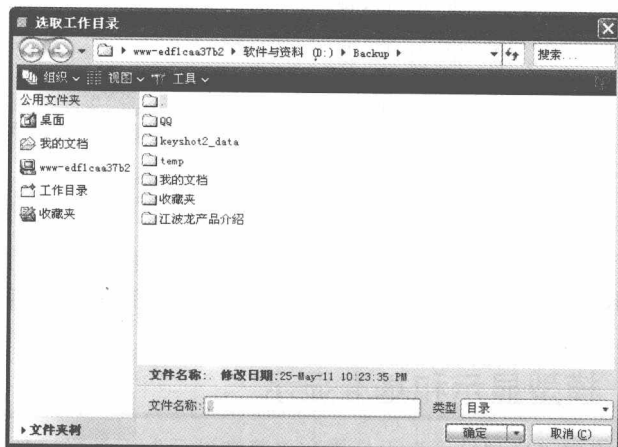

图1-15 “选取工作目录”对话框
(1) 从菜单栏的“文件”菜单中选择“设置工作目录”命令,弹出图 1-15 所示的“选取工作目录”对话框。